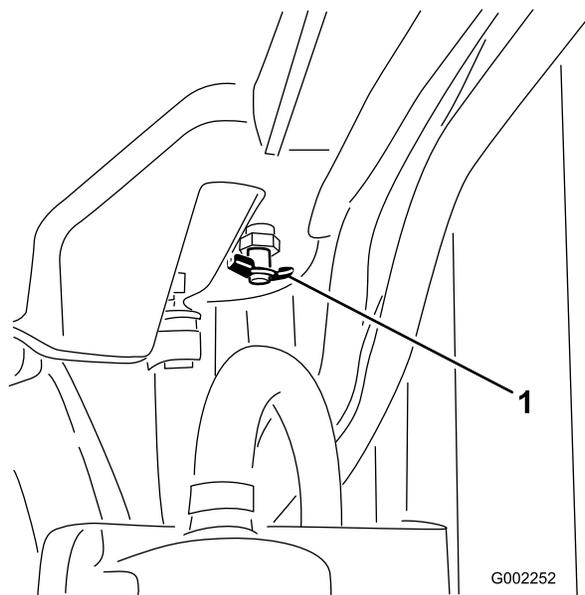

图 94
4. 打开排放阀将冷却液排到盘中图 94。
5. 关闭排放阀图 94。